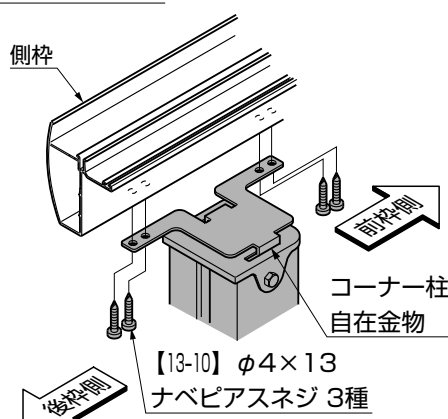

図4-3
- ②コーナー柱の位置を出し、コーナー柱自在金物を側桟に【13-10】で取付けてください。（図4-3参照）
- ③側面サイドパネルの水平を出して、コーナー柱に【13-8】で取付けてください。
- ④セーフティーキャップをサイドパネルのコーナー部、上下に【13-9】で取付けてください。